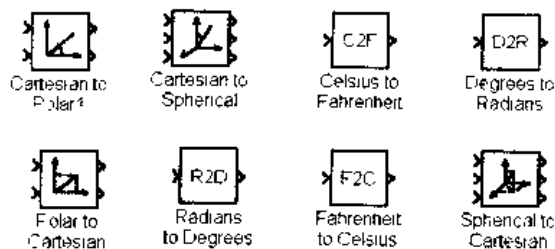

图 5.8 转化库中的模块
(6) 转化库中包含的模块如图 5.8 所示。包括极坐标与笛卡尔坐标互换两个模块、华氏温度与摄氏温度相互转换两个模块，球坐标与笛卡尔坐标相互转化两个模块，度与弧度相互转换两个模块。